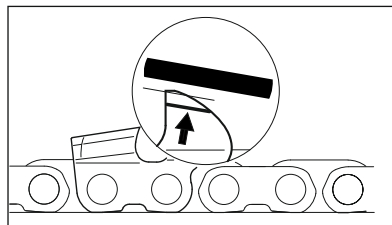

Рис. 81
- В заключение дополнительно опилить ограничитель глубины резки под наклоном, параллельно нанесенной сервисной маркировке (см. стрелку на рис. 81) – при этом, следить за тем, чтобы не сместить назад наивысшую точку ограничителя глубины.